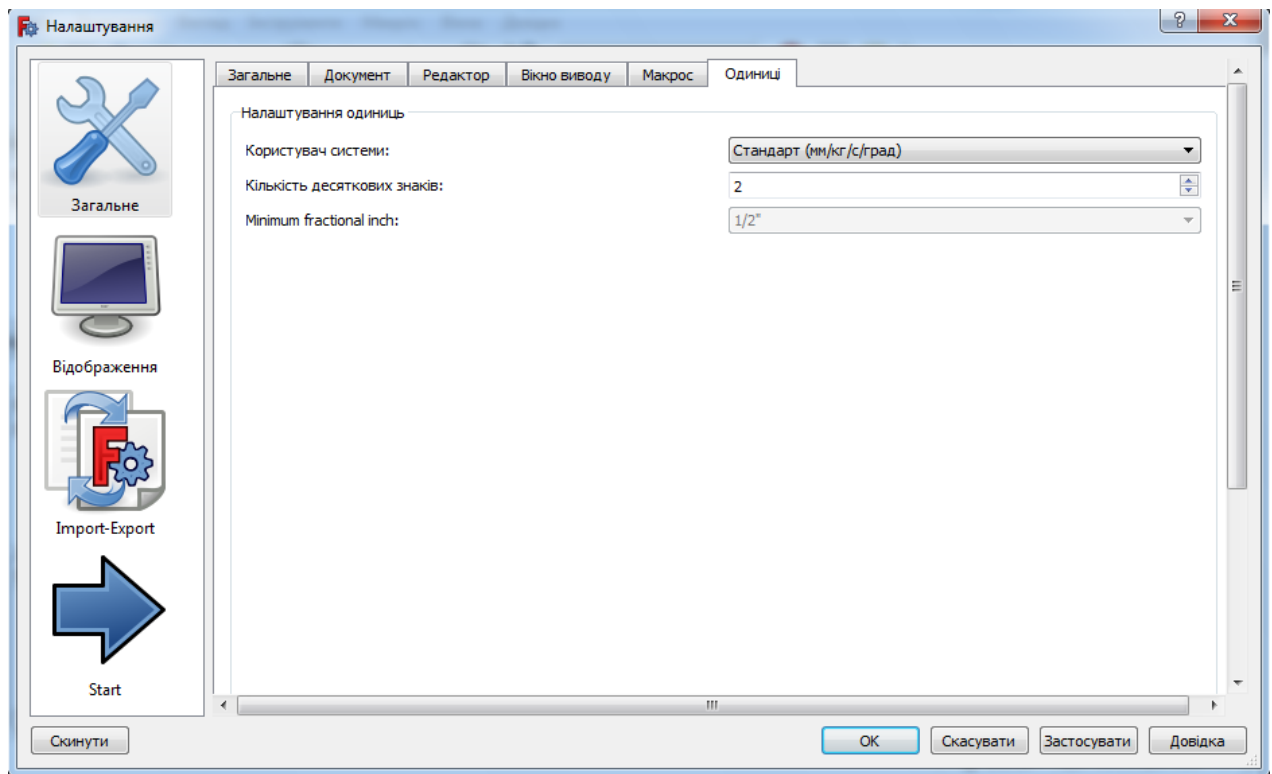

Рисунок 7 – Робота з опцією **Units**
3. Перейдіть у розділ «**Units**» (Одиниці), змініть призначену для користувача систему на «**Standart**» (Стандарт) і підтвердіть, натиснувши «**OK**» (рисунок 7).